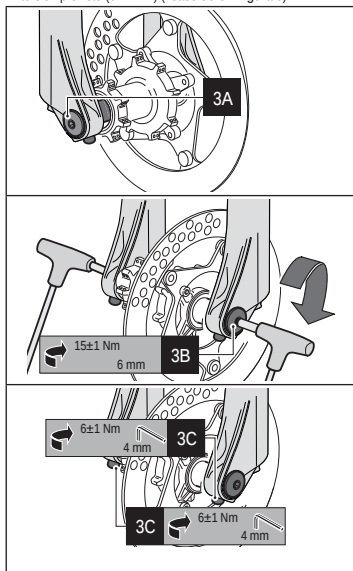

Figura 3 - Instalación rueda en horquillas de  $\varnothing 32$  mm con eje pasante de  $\varnothing 20$  mm
- Alinee el centro de la rueda con los dos ejes rueda (véase 3A en Figura 3).
- Introduzca el eje a través del soporte rueda derecho, de la rueda y del soporte rueda izquierda (véase 3A en Figura 3).
- Apriete el eje al par de torsión previsto ( $15 \pm 1$  Nm) actuando en el tapón del perno (véase 3B en Figura 3) con una llave Allen de 6 mm.
- Ayudándose con una llave Allen de 4 mm, apriete los tornillos colocados sobre los dos dispositivos de retención al par de torsión previsto ( $6 \pm 1$  Nm) (véase 3C en Figura 3).